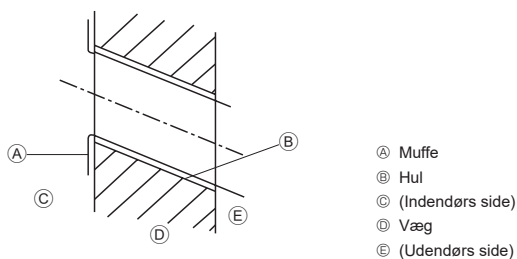

Fig. 3-3
3.2.2. Boring af hul til rørføring (Fig. 3-3)